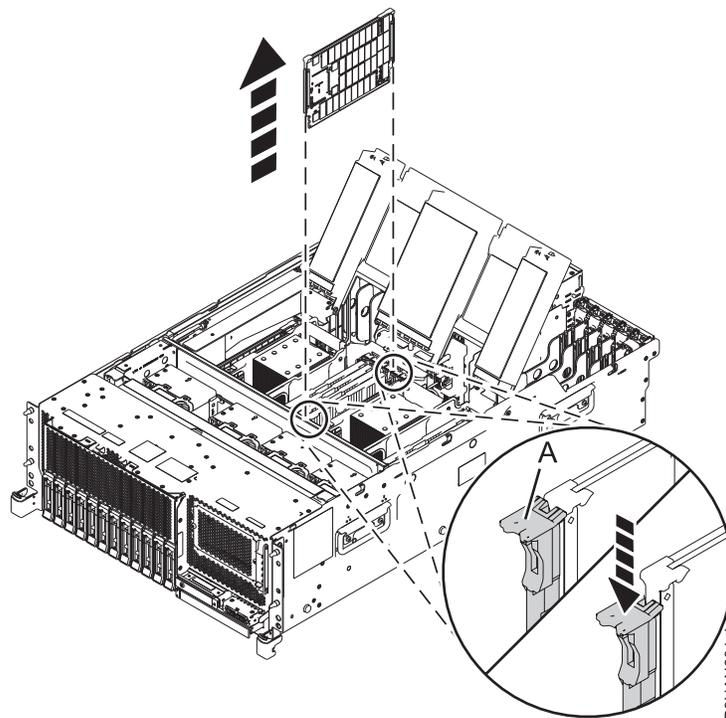

Figura 6. Extracción de un módulo de memoria del sistema
2. Para liberar el módulo de memoria de su conector en la ranura, presione las pestañas de bloqueo (**A**) en la dirección que se muestra en Figura 6 en la página 13. La acción de palanca de las pestañas hace que el módulo de memoria salga del conector.